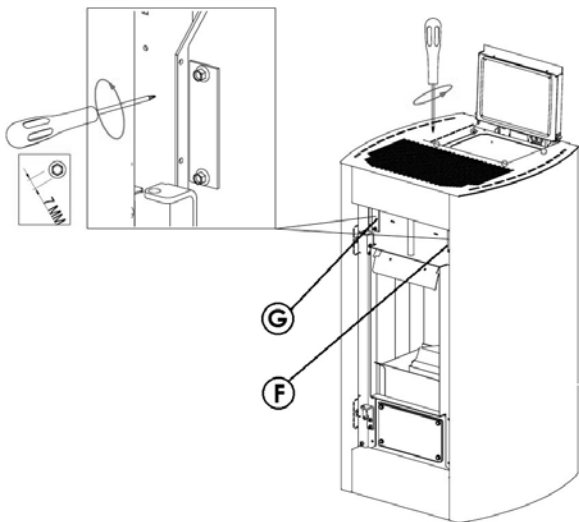

Fig. 38 - Entfernen der Platten
- Bei kaltem Ofen die Tür öffnen, Platte „F“ herausnehmen, indem die beiden Schrauben herauszuschrauben sind (siehe **Fig.38**).